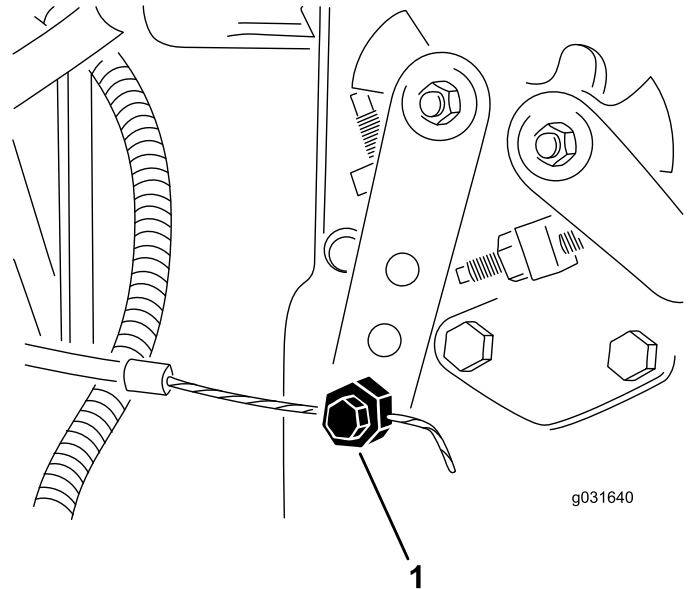

Bild 60
2. Lösen Sie den Gaszug-Anschluss am Hebelarm der Einspritzpumpe. (Bild 60).